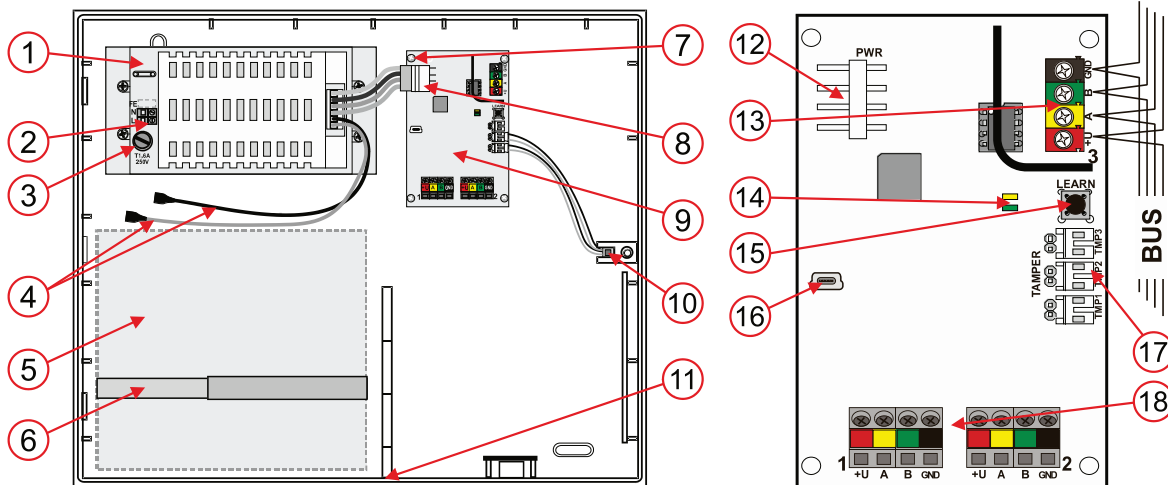

Figura 3: Descrizione delle parti interne del prodotto
1. Praticare i fori nell'alloggiamento in plastica PLV-CP-L (11) per i cavi bus e il cavo di alimentazione.
2. Installare il contatto manomissione posteriore (10).
4. Installare l'alimentazione JA-107PWR (1) e il modulo booster (9) all'interno dell'alloggiamento e fissarlo con 4 viti (7) nella posizione attiva nella Figura 3.
5. Collegare il contatto manomissione anteriore e posteriore (10) ai connettori (17) sul modulo. Bloccare tutti gli ingressi manomissione inutilizzati tramite ponticello (i pin si trovano accanto a ogni connettore sul lato sinistro).
6. Collegare il cavo bus dal pannello di controllo (13) e i cavi di uscita bus (18).
7. Collegare il connettore dell'alimentazione (8) al terminale (12) e inserire la batteria di riserva. Fissare la batteria di riserva utilizzando la cinghia preparata (6). Prestare attenzione alla polarità corretta (rosso +, nero -).
8. Collegare l'alimentazione di rete ai terminali N e L (2) e renderla attiva.